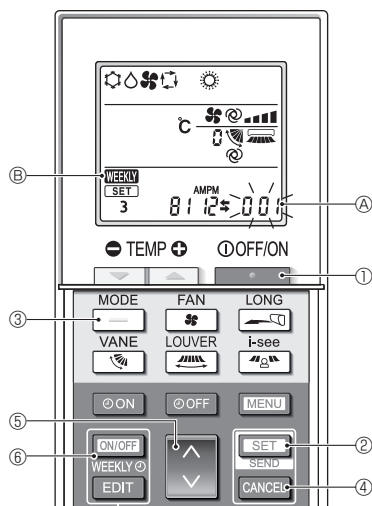

Fig. 6-7
6.9.8. Désactivation du mode AUTO (Fig. 6-7)
4. Achèvement des réglages (Fig. 6-7)